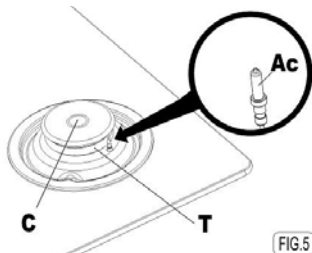

FIG. 5
Después de encendido, gire la manija de "máxima" la posición (correspondiente a la llama grande) de "mínima" la posición (correspondiente a la llamita) y comprobar la estabilidad de la llama. Para "apagar" el quemador, gire hacia la derecha la manija hasta posición "Off" (símbolo "+" en algunas versiones). El encendido eléctrico automático (sólo ciertas versiones, véase la fig. 5, ref. Ac)
dido hasta que la llama se encienda normalmente. Puede utilizar fósforos o similares para encender los quemadores cuando no tiene energía eléctrica o esta desconectada de la red eléctrica. Después de encendido, gire la manija de "máxima" la posición (correspondiente a la llama grande) para "mínima" la posición (correspondiente a la llamita) y comprobar la estabilidad de la llama. Para "apagar" el quemador, gire hacia la derecha la manija hasta posición "Off" (símbolo de todo el disco en el panel de control), posición "Off" (símbolo "*" en algunas versiones). El encendido eléctrico automático (sólo ciertas versiones, véase la fig. 5, ref. Ac)
La superficie de la encimera, Parrillas, tapas esmaltadas de los quemadores (c) y bases de los quemadores (T) (ver fig. 5) se deben limpiar después de cada vez que se utilizan con agua caliente y jabón, enjuagar y secar bien para mantenerlas en buenas condiciones.